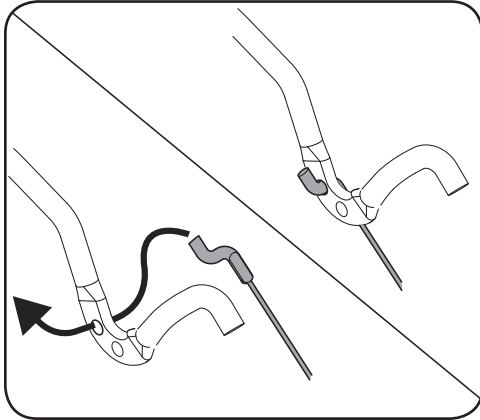

Figure 4-6
- Il y aura alors assez de mou dans le câble de la commande d'entraînement pour vous permettre de saisir le raccord en Z avec votre main afin de le déplacer du trou avant au trou arrière du levier. Voir Figure 4-6.